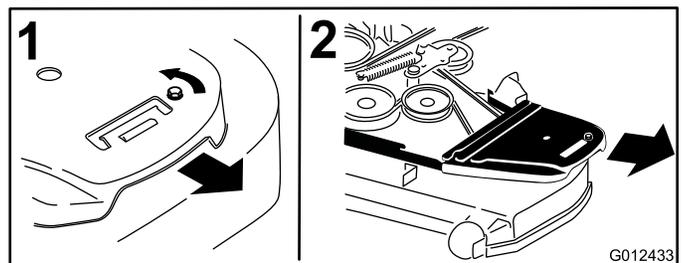

Figure 77
4. Déposez les couvercles de courroies ainsi que les boulons fixés dessus (Figure 77).